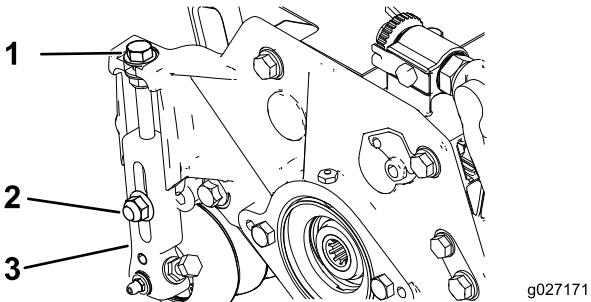

Bild 15
1. Lösen Sie die Sicherungsmuttern, mit denen die Schnitthöhenarme an den Seitenplatten der Schneideeinheit befestigt sind (Bild 15).